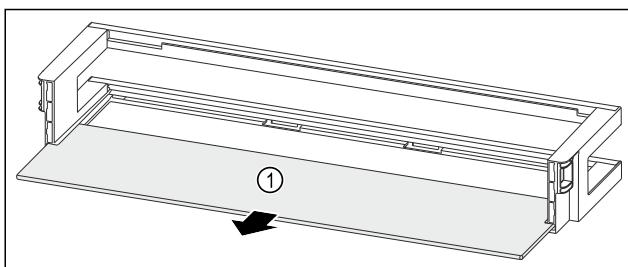

Fig. 118 Balconnet de contre-porte avec tablette de rangement
- ▶ Retirer la tablette de rangement Fig. 118 (1).